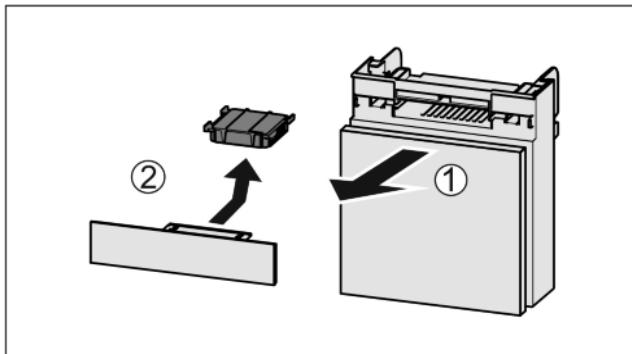

Fig. 53
- Вытянуть Fig. 53 (1) отделение движением вперед.
- Извлечение Fig. 53 (2) фильтра с активированным углем.